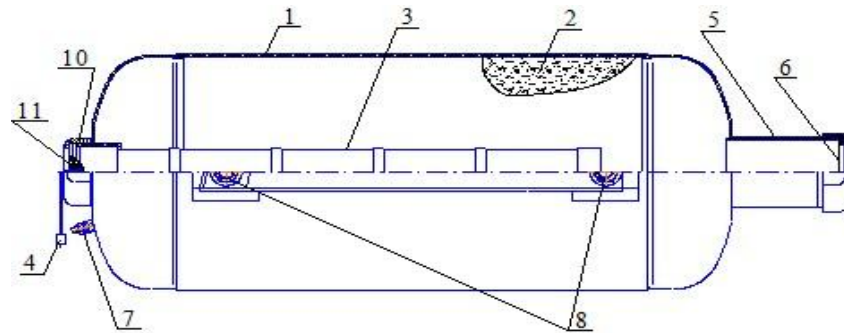
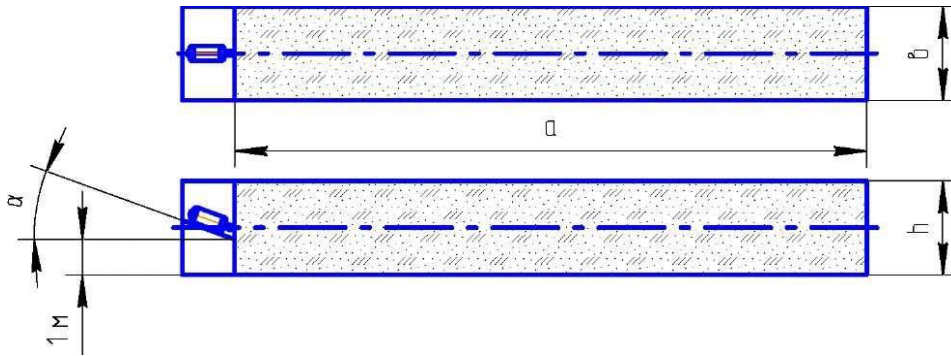
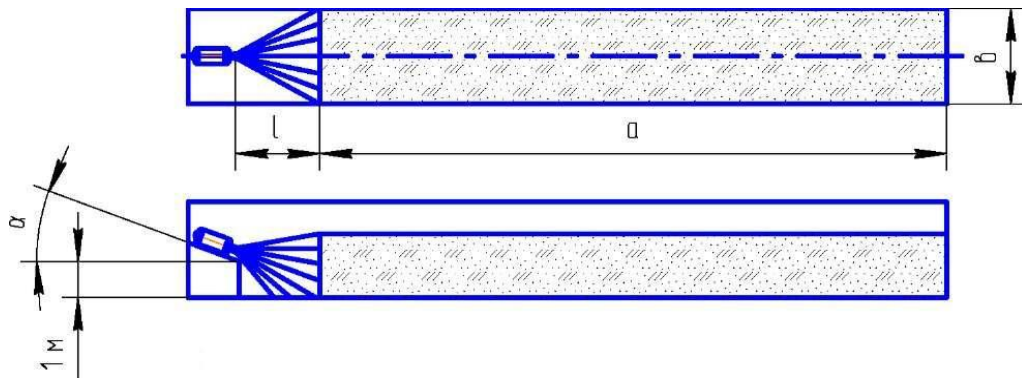
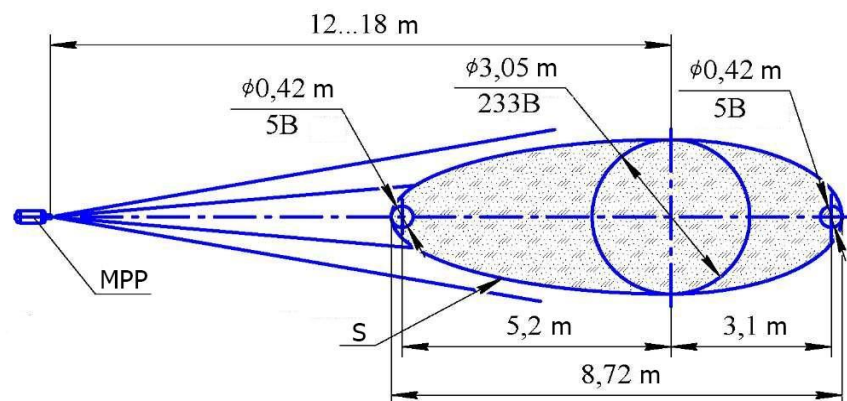

Bild 1
Bild 2
Bild 3. Löschwirkung bei Bränden der Klasse A. (oben) und bei Bränden der Klasse B. (unten)
Bild 4. Flächenskizze der Schutzfläche bei der Löschung lokaler Brände
4.1 MPH (Bild 1. und Bild 2.) besteht aus dem Druckkörper **1**, der folgendes beinhaltet: Löschpulver (HP) **2** und Kaltgasgenerator (GSP) **3** mit Elektrozünder **4**. In der vorderen Seite der Haube befindet sich der Zerstäuber Einsatz **5**, sowie die Ausgangsöffnung, die mit einer Membrane abschließt **6**. Das Modul ist ausgerüstet mit einer Erdungsklemme **7**. Der obere Teil des MPH ist ausgerüstet mit einem Halter **8**.
4.3 Nach erhaltenem Elektroimpuls auf den elektrischen Ausgangsschalter **4** GSP **3** (Bild 1,2) wird der Gasgenerator aktiviert und erzeugt ein Kaltgas das das Innere des Behälters unter Druck setzt. Sobald der nötige Druck vorhanden ist, öffnet die Membrane **6** und das Löschpulver tritt durch den Zerstäuber **5** aus dem Modul aus.
6.2 Die Aufhängung 8 kann unter der Decke (Bild 1) oder die Aufhängung 9 (Bild 2) kann an der Wand angebracht werden. Bitte markieren Sie die Stellen für die Befestigung der Aufhängung wie auf dem (Bild 3) und an der Wand gem. (Bild 4) dargestellt.
6.6 Die Konfiguration der Pulverausbreitung und die Darstellung der Löschflächen bei der Deckenbefestigung ist auf Bild 4 und den Tabellen 2 und 3, bei der Wandbefestigung auf den folgenden Bildern 3 und 4 sowie in Tabelle 1 dargestellt.